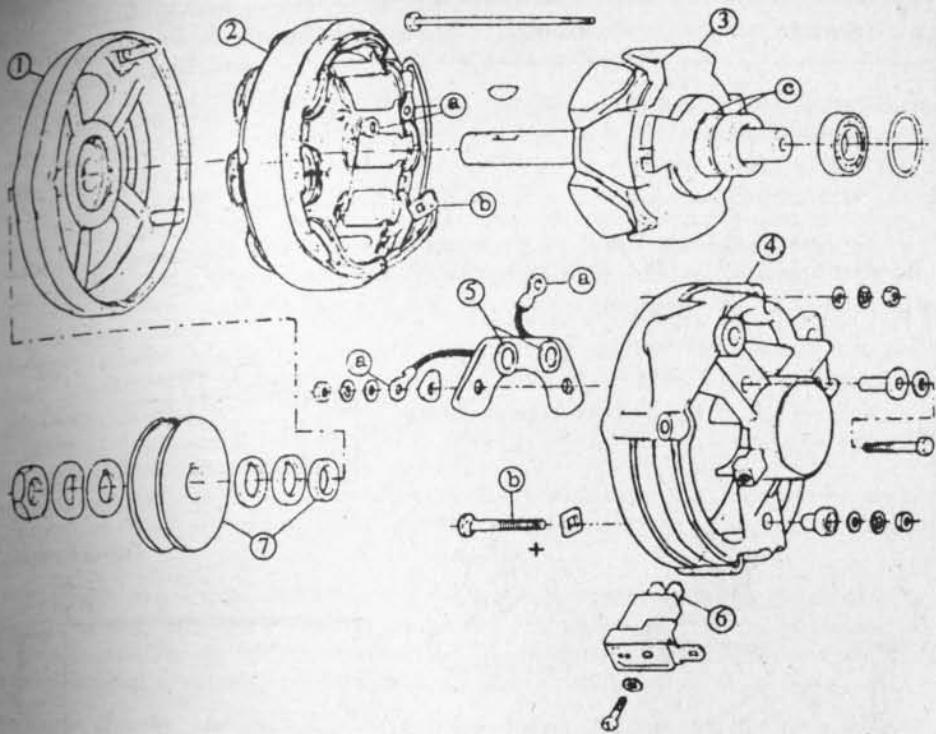

Fig. 4-12.— Alternador Femsaco despiezado
El inducido (2) (Fig. 4-12) se mantiene fijo en la carcasa. Sus terminales (a) de las bobinas se conectan a los terminales (a) de los diodos y el terminal común (b) se conecta a (b) y consumo. La corriente de excitación se recibe en las escobillas (6), que rozan en los anillos (c) del rotor. En esta forma, el alternador queda conectado de acuerdo al esquema de la figura 4-13, generando corriente alterna (CA), que se transforma en CC mediante la acción de los diodos, la que carga la batería y alimenta las luces y accesorios del vehículo.